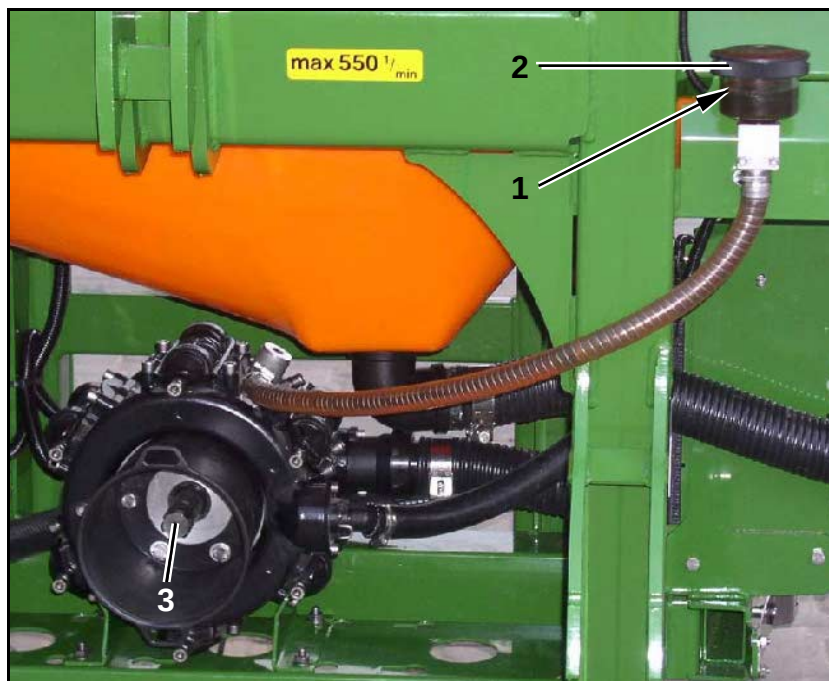

Fig. 221
1. Con bomba detenida y en posición horizontal debe ser visible el **nivel de aceite en la marcación de la toma de carga de aceite** (Fig. 221/1).
2. Quitar la tapa (Fig. 221/2) y agregar aceite si el nivel no es visible en la marcación (Fig. 221/1).
2. Quitar la tapa (Fig. 221/2).
- 3.2 Girar el eje de accionamiento (Fig. 221/3) con la mano hasta que el aceite usado haya sido evacuado completamente.
5. Girar el eje de accionamiento (Fig. 221/3) alternativamente hacia la derecha y hacia la izquierda y llenar lentamente con aceite nuevo. La cantidad correcta de aceite ha sido alcanzada cuando el aceite sea visible en la mirilla de control. (Fig. 221/1).